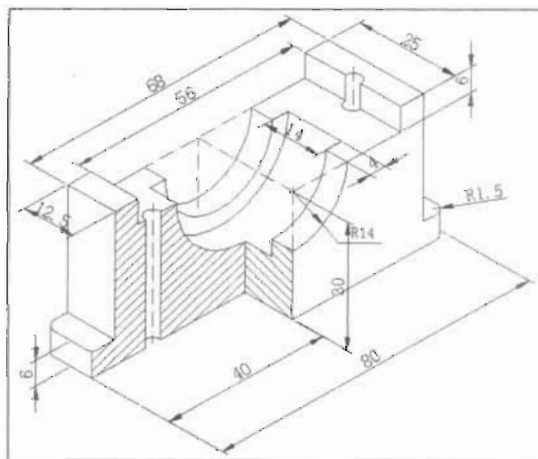

图 11-117
(12) 到此为止, 机阀盖轴测图已经完全绘制完成了, 如图 11-117 所示。